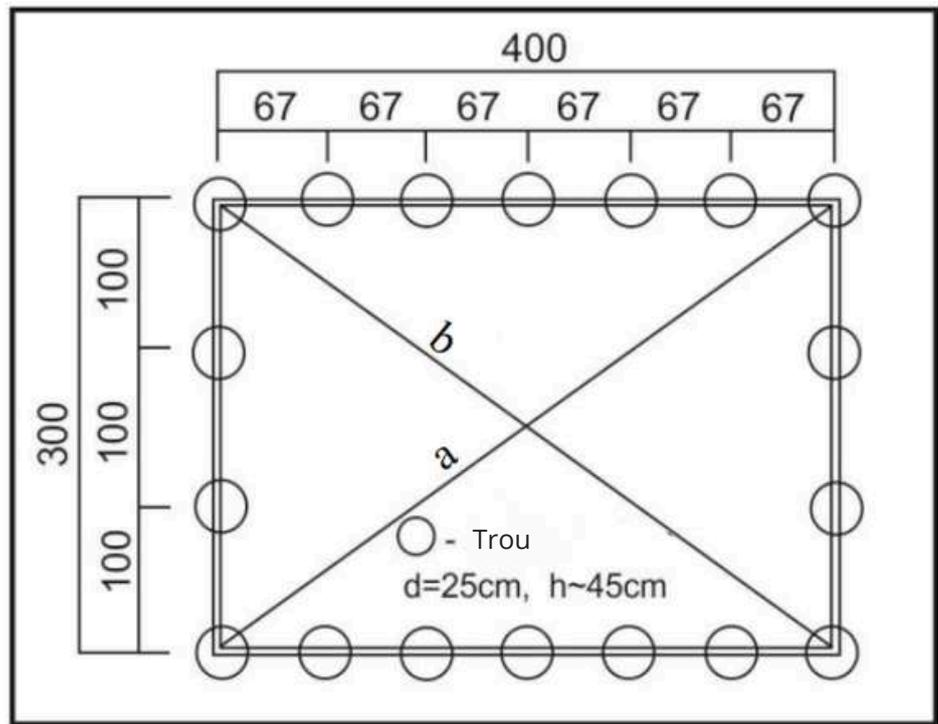

Fig. 5
**3-** Mesurez la diagonale de la base de la fondation. Les longueurs diagonales doivent être égales. Si les diagonales correspondent, vissez la base de la fondation. **VOIR FIG. 5.**